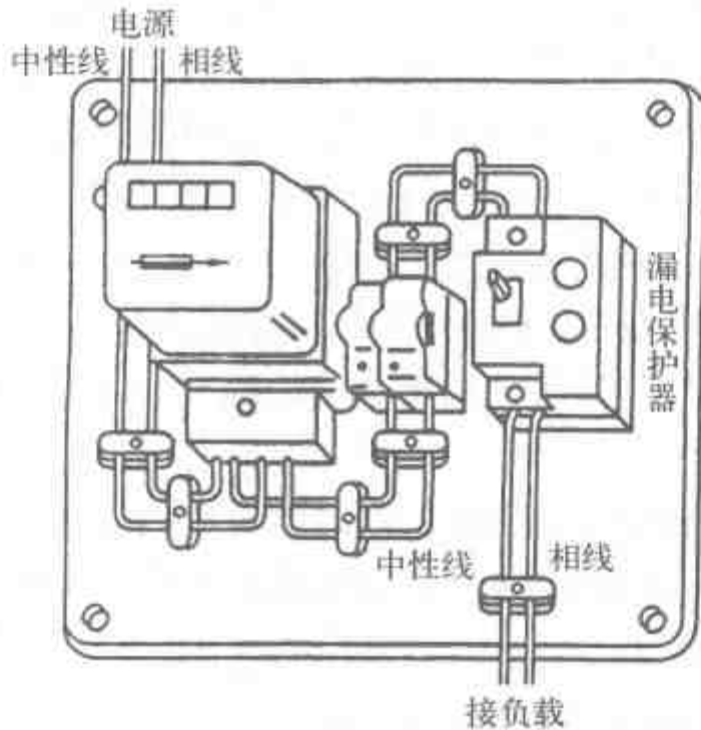

图 3-12 漏电保护器的安装
(6) 作为住宅漏电保护时，漏电保护器应装在进户电度表或总开关之后，如图 3-12 所示。